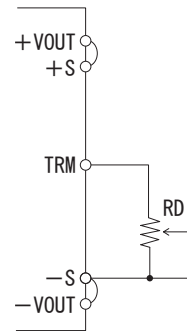

図4.5 出力電圧を低く設定する場合
(2) 出力電圧を低く設定する場合
- 図4.5のように接続することで、出力電圧を低く設定することができます。外付け抵抗RDは、次の式によって計算できます。